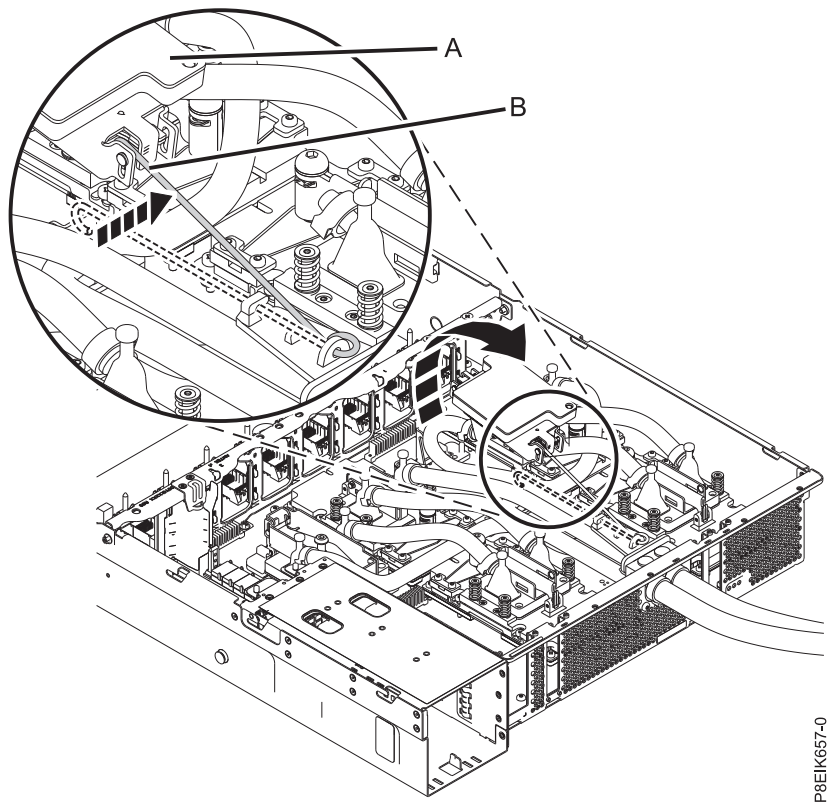

Figura 181. Extracción de la placa refrigeradora
- b. Levante la placa refrigeradora (A) del procesador del sistema que está extrayendo y conéctela al gancho de servicio (B), como se muestra en la Figura 181 en la página 161.